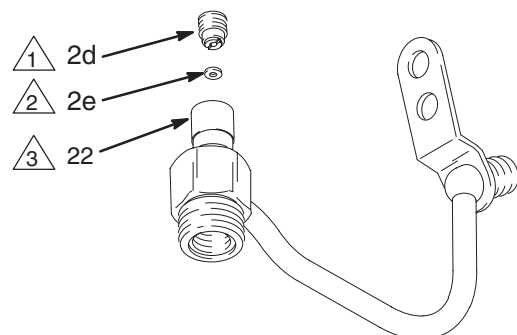

Fig. 13
- Engrase ligeramente las cavidades internas del alojamiento del fluido (22). Instale la junta pequeña (2e) con sus bordes orientados hacia la cavidad del alojamiento de fluido. Instale el retén de la junta (2d) y realice un par de apriete de 3,4–4,5 N.m. Vea la Fig. 13.